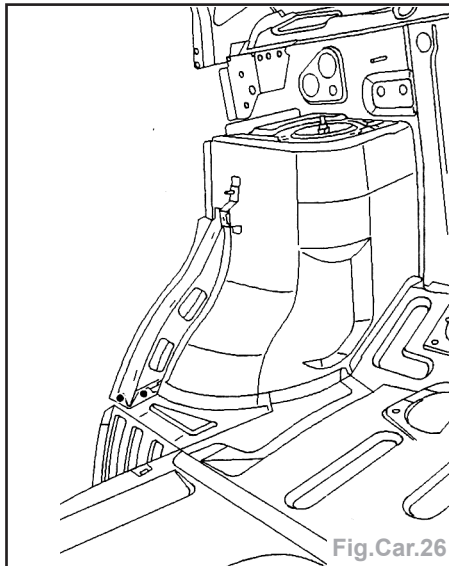

Fig.Car.26
- Souder par points bouchon MAG et meuler les points de soudure MAG (Fig.Car.26).